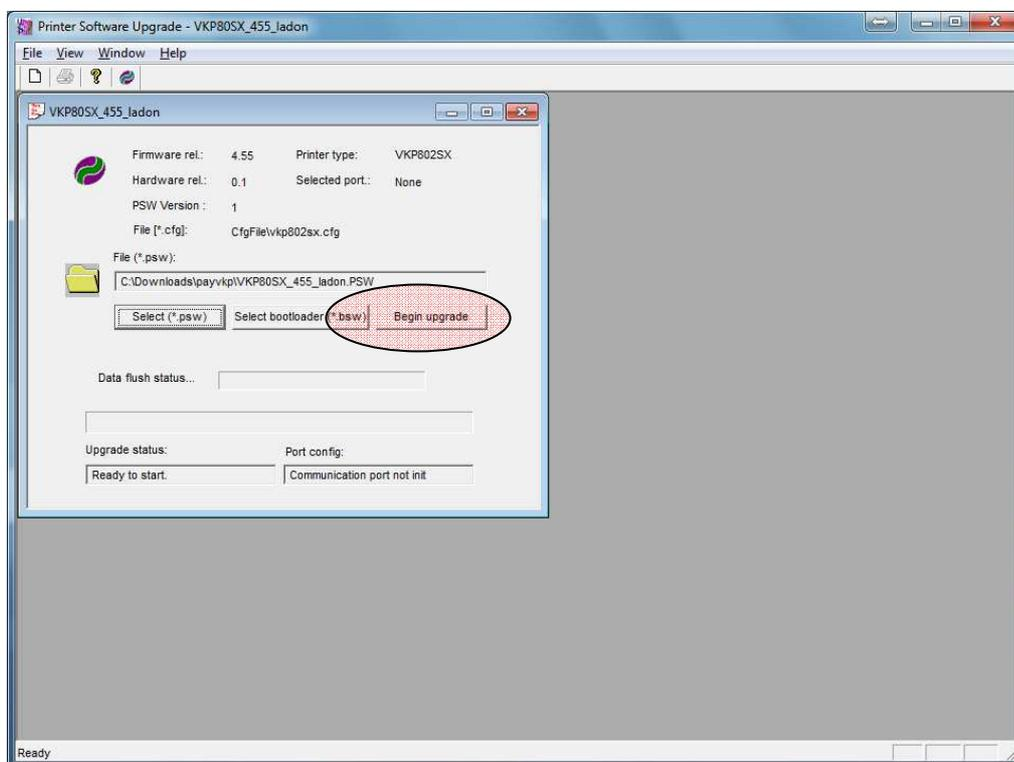

Рисунок 6 - Диалоговое окно утилиты «UpgCePrn».
1.5.4. Нажмите на кнопку «Begin upgrade» (см. Рисунок 6).